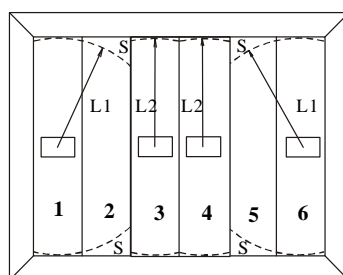

Рис.6 Защита немонолитной конструкции
Для установки извещателя на деревянной строительной конструкции (рис. 6, 7) просверлите в ней отверстие диаметром 2 мм на глубину 10-15 мм, без учета толщины декоративного покрытия, которая не должна превышать 10 мм, и закрепите извещатель шурупом диаметром 3-4 мм.
- на примыкающую к охраняемой кирпичную, бетонную или стальную конструкцию (рис. 6) по соответствующей методике.